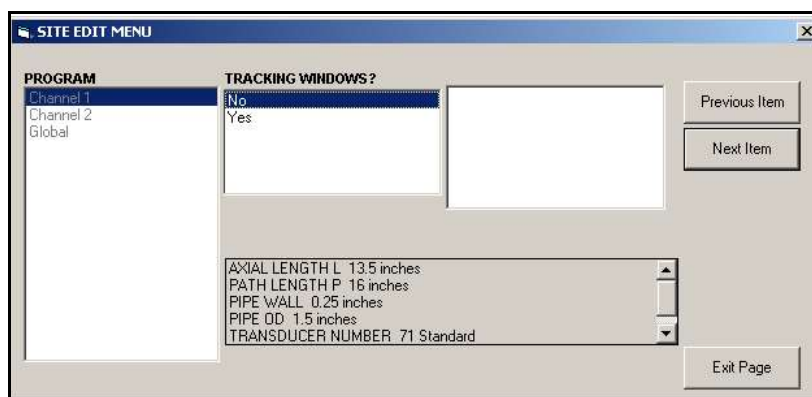

**Figure 42: option Pipe Parameters (Paramètres de conduite) du Site Edit Menu (Menu d'édition du site)**
- a. Cliquez deux fois sur l'option souhaitée du volet du milieu. La *Figure 42* ci-dessous affiche la première entrée (Transducer Number (Numéro du transducteur)) de l'option *Pipe Parameters* (Paramètres de conduite). Le titre affiché au-dessus du volet du milieu correspond à l'entrée actuelle, tandis que le volet du milieu affiche les choix disponibles pour cette entrée.